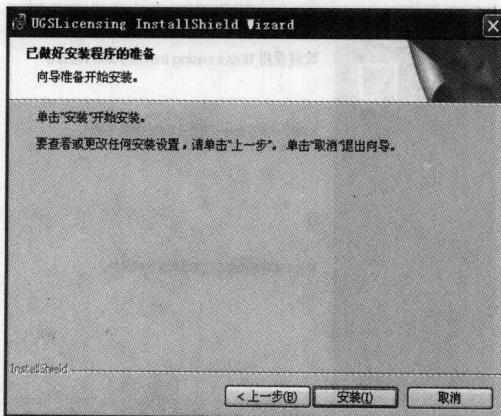

图 1-7 安装准备界面
(10) 完成许可证文件路径选择后，单击 **[下一步(N)>]** 按钮出现已做好安装程序的准备界面，如图 1-7 所示。